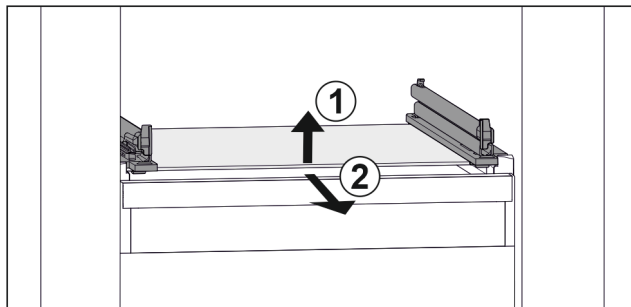

Fig. 76 Reprezentare exemplificativă a plăcii de sticlă
- ▶ Ridicați placa de sticlă din față. Fig. 76 (1)
- ▶ Extrageți placa de sticlă spre înainte. Fig. 76 (2)